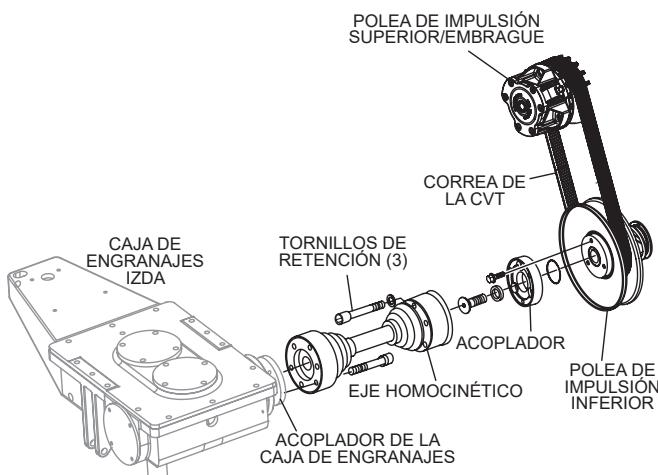

Figura 34. Quite el eje homocinético del lado izquierdo
- Desconecte el eje de la junta homocinética del lado izquierdo de la caja de engranajes del lado izquierdo y del acoplador de la polea de impulsión inferior. Vea la Figura 34.